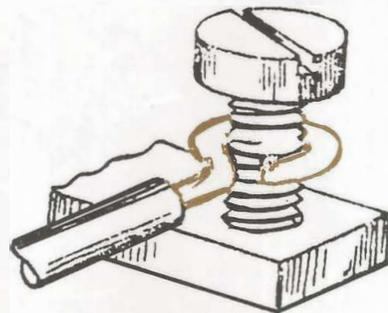

Figura 8
- Introduzca el tornillo en la argolla como en la Figura 8 de tal manera que el tornillo al apretarlo se encargue de cerrarla.